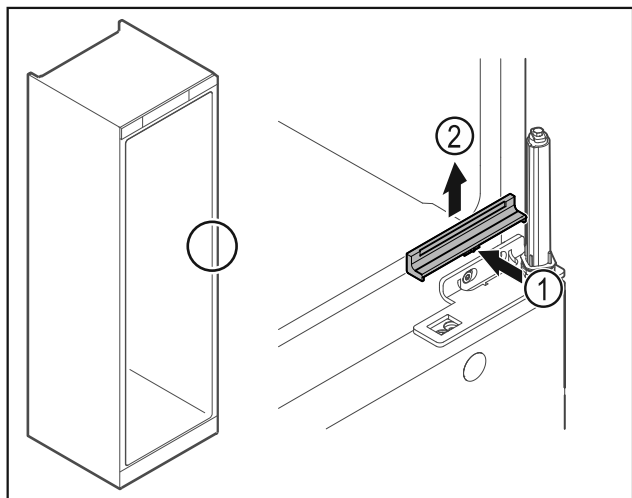

Fig. 26
- ▶ Trykk dekelet Fig. 26 (1) litt inn på midten, og trekk det opp og av Fig. 26 (2).